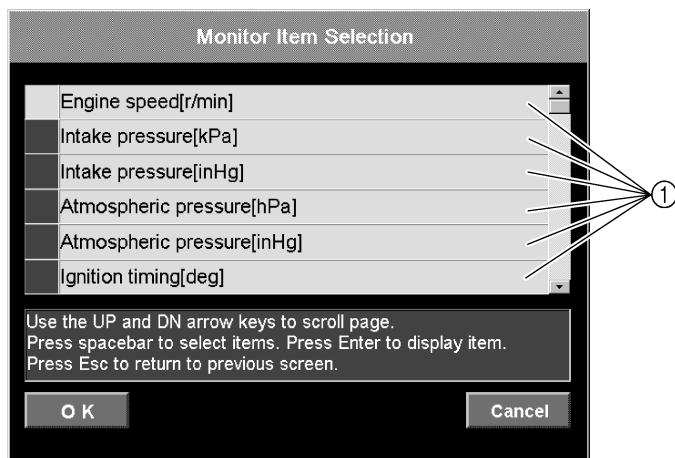

Fig. 38
① Haga clic para ir a la pantalla de selección de elementos
3. Select an item by either clicking it or pressing the up or down arrow keys on your keyboard, and then press the space bar. (Fig. 38)
① Selected items
4. Click the **OK** button or press the Enter key on your keyboard. The **Engine monitor** window appears. To cancel the monitor, click the **Cancel** button or press the Esc key on your keyboard. (Fig. 38)
3. Sélectionner un élément en cliquant dessus ou en utilisant les touches haut ou bas du clavier, puis appuyer sur la barre d'espace (Fig. 38).
① Eléments sélectionnés
4. Cliquer sur le bouton **OK** ou appuyer sur la touche Entrée du clavier. La fenêtre **Engine monitor** s'affiche. Pour annuler la surveillance, cliquer sur le bouton **Cancel** ou appuyer sur la touche Echap du clavier (Fig. 38).
3. Ein Datenfeld entweder durch Anklicken oder durch Benutzung der Pfeiltasten auf Ihrer Tastatur auswählen und dann die Leertaste drücken. (Abb. 38)
① Ausgewählte Datenfelder
4. Klicken Sie auf **OK** oder drücken Sie die "Enter"-Taste auf Ihrer Tastatur. Das **Engine monitor**-Fenster erscheint. Um den Monitor abzubrechen, klicken Sie auf **Cancel** oder drücken Sie die "Esc"-Taste auf Ihrer Tastatur. (Abb. 38)
3. Seleccione un elemento haciendo clic en él o bien pulsando la flecha arriba o abajo del teclado y luego pulse la barra espaciadora. (Fig. 38)
① Elementos seleccionados
4. Haga clic en el botón **OK** o pulse la tecla Intro en el teclado. Aparece la ventana **Engine monitor**. Para cancelar el monitor, haga clic en el botón **Cancel** o pulse la tecla Esc del teclado. (Fig. 38)